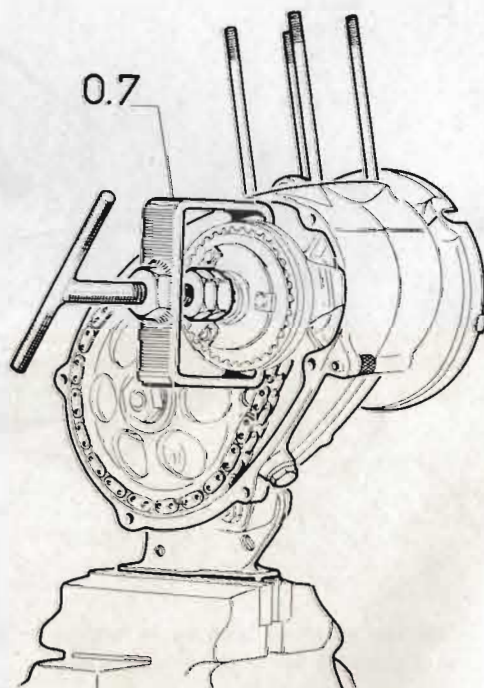

Fig. 15
- Comprimer le ressort d'embrayage avec la presse spéciale 0.7. Dévisser les 3 écrous, enlever les freins et détendre le ressort progressivement (fig. 15).